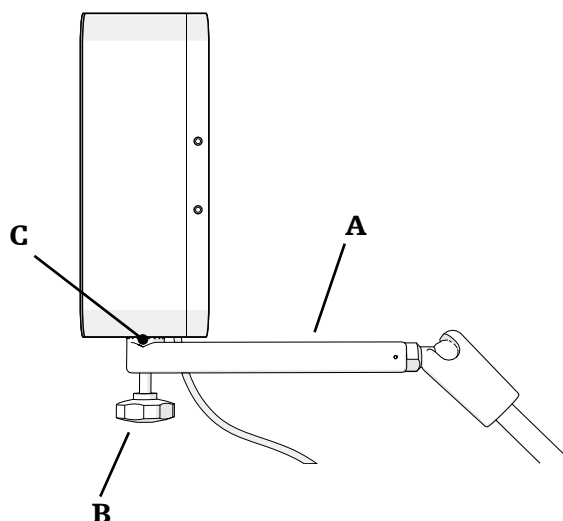

Figura 1: Colocación del generador de campos en el brazo de montaje del generador de campos (vista lateral)
2. Coloque el brazo de montaje del generador de campos con los dientes (Figura 1, C) hacia arriba y la parte superior del brazo articulado del brazo de montaje del generador de campos (Figura 1, A) paralela a la mesa de operaciones.
3. Coloque el generador de campos alineado con los dientes del brazo de montaje del generador de campos (Figura 1, C).
4. Con una mano, fije el generador de campos desde arriba, inserte el tornillo con mango en estrella (Figura 1, B) directamente en la rosca del generador de campos y, con la otra mano, apriete desde abajo el tornillo con mango en estrella.
1. Coloque el brazo de montaje del generador de campos de forma que la parte superior del brazo articulado quede paralela a la mesa de operaciones y el tornillo con mango en estrella del brazo de montaje del generador de campos esté orientado hacia abajo. Véase la Figura 1.